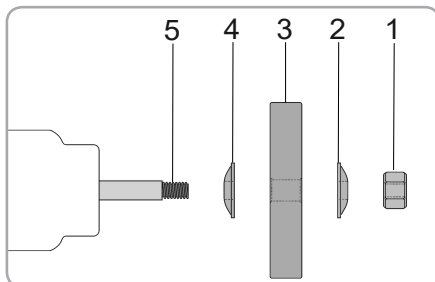

Fig.13
- Deșurubați piulița discului Fig 13 (1) cu o cheie cu deschiderea de 19mm (Rotiți piulița de blocare pe discul din dreapta în sens contrar acelor de ceasornic, pentru a slăbi)
- Scoateți flanșa exterioară Fig. 13 (2) (Curățați flanșele, verificați-le pentru a vă asigura că sunt plane. Flanșele discurilor care nu sunt plane vor face ca discul să tremure.
- Puneți flanșa interioară Fig. 13 (4), discul ales Fig. 13 (3), flanșa exterioară Fig. 13 (2) și piulița Fig. 13 (1) pe ax Fig. 13 (5).